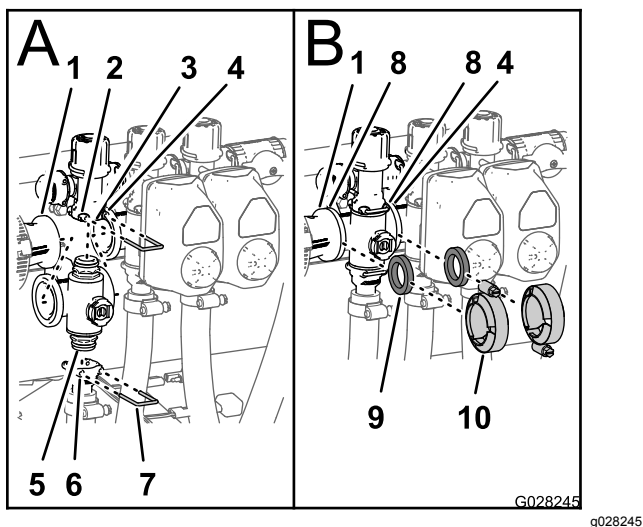

Figura 78
1. Insira a união do tampão superior da válvula do coletor na união da distribuição (**Figura 78 A**).
2. Prenda a união do tampão à união da distribuição ao inserir uma fixação na entrada da união da distribuição (Figura 78 A).
3. Monte a união de saída na união do tampão inferior da válvula do coletor (Figura 78 A).
4. Prenda a união do tampão à união de saída ao inserir uma fixação na entrada da união de saída (Figura 78 A).
5. Alinhe uma junta entre as flanges do acoplador de redução e do coletor da válvula de secção (Figura 78 B).
6. Monte o acoplador de redução, junta e coletor da válvula de secção com uma braçadeira e aperte bem à mão (Figura 78 B).
7. Se instalar as duas válvulas de secção mais à esquerda, alinhe uma junta entre as flanges dos dois coletores da válvula de secção adjacentes (Figura 78 B).
8. Monte os dois coletores da válvula de secção adjacentes e a junta com uma braçadeira e aperte bem à mão (Figura 78 B).